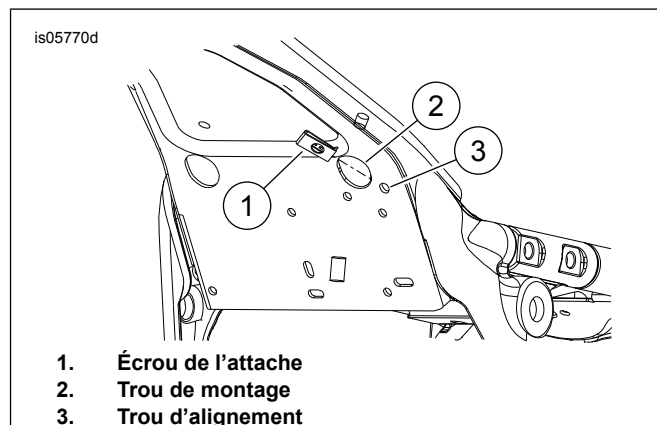

Figure 4. Installation de l'écrou de l'attache
1. Consultez Figure 4 . Installer l'écrou d'attache (1) dans le trou de montage (2).
2. Aligner l'attache sur le trou d'alignement (3).